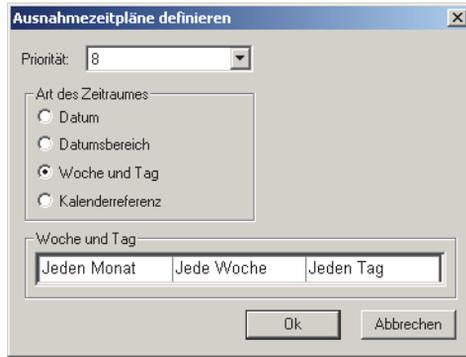

Abbildung 137: Definition eines Ausnahmetages
5. Definieren Sie den Ausnahmetag oder -bereich (s. Abbildung 137 auf der Seite 12–18).